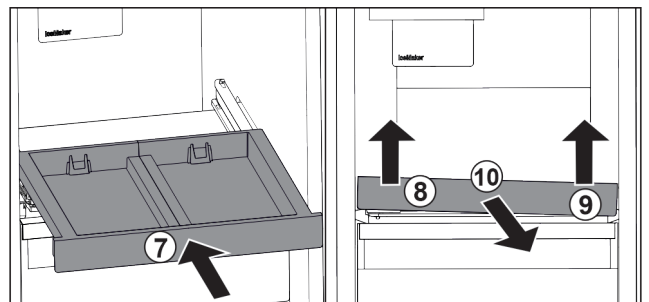

Fig. 30
- ▶ Inserire il ripiano estraibile. Fig. 30 (7)
- ▶ Sollevare il ripiano estraibile dalla parte anteriore a sinistra. Fig. 30 (8)
- ▶ Sollevare il ripiano estraibile dalla parte anteriore a destra. Fig. 30 (9)
- ▶ Rimuovere il ripiano estraibile tirandolo in avanti. Fig. 30 (10)